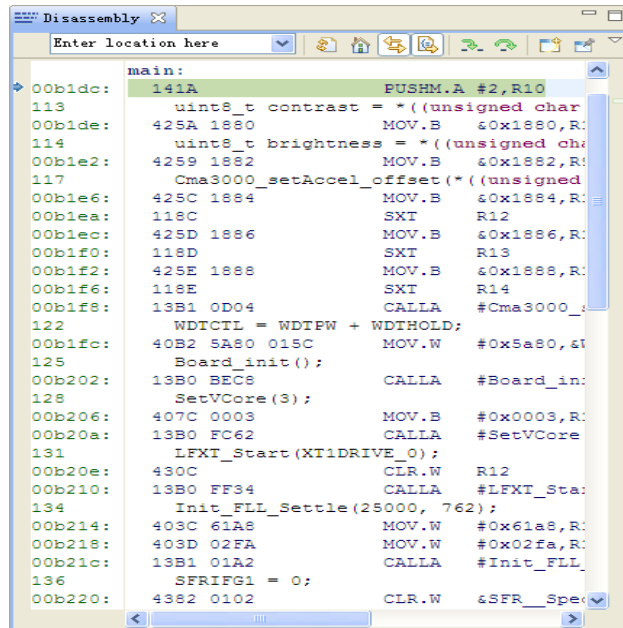

图 1.27 汇编程序观察窗口
(7) 点击菜单 View→Disassembly, 可以得到汇编程序观察窗口, 如图 1.27 所示。